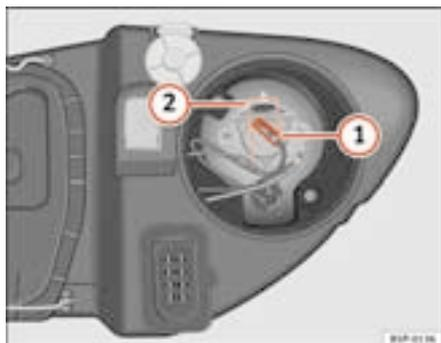

Fig. 164 Máximos
- Retirar o conector ⇒ fig. 164 ① da lâmpada.
- Prima a mola de fixação ⇒ fig. 164 ② pressionando-a para dentro e para a direita.